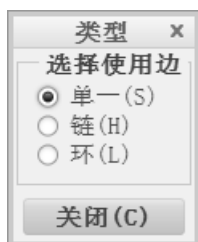
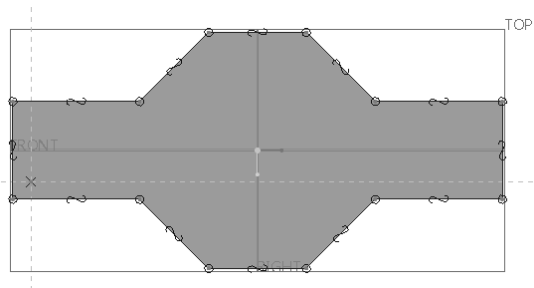

图 5-78 “类型”对话框
图 5-79 绘制闭合的填充区域
6) 在“草绘”组中单击 (投影) 按钮, 打开图 5-78 所示的“类型”对话框。在“类型”对话框中选择“单一”单选按钮, 依次在绘图窗口中单击实体边以创建图 5-79 所示的闭合图形, 单击“类型”对话框中的“关闭”按钮, 然后单击 (确定) 按钮。